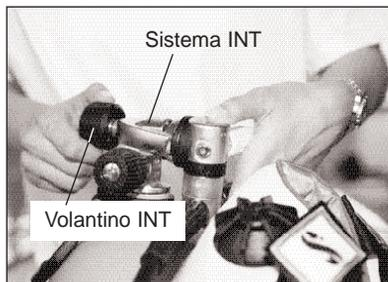

Fig. 9: Attacco di un primo stadio INT
2. Connettore INT: Posizionare l'attacco del riduttore di pressione (primo stadio) sulla valvola (rubinetto) della bombola dopo avere verificato che anche questa sia libera da corpi estranei. Verificare che le superfici di contatto siano nella giusta posizione e stringere la vite della staffa. Per ottenere il massimo comfort, la frusta di pressione intermedia tra il primo ed il secondo stadio dovrebbe trovarsi in posizione orizzontale con l'uscita sulla spalla destra (vedere fig. 9).